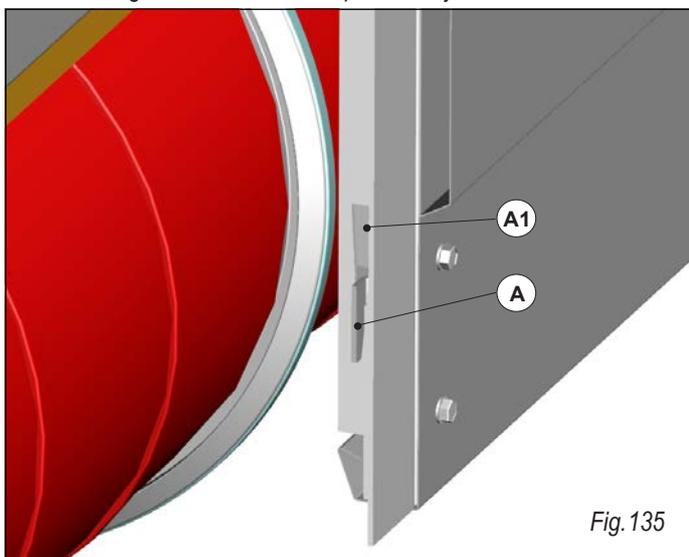
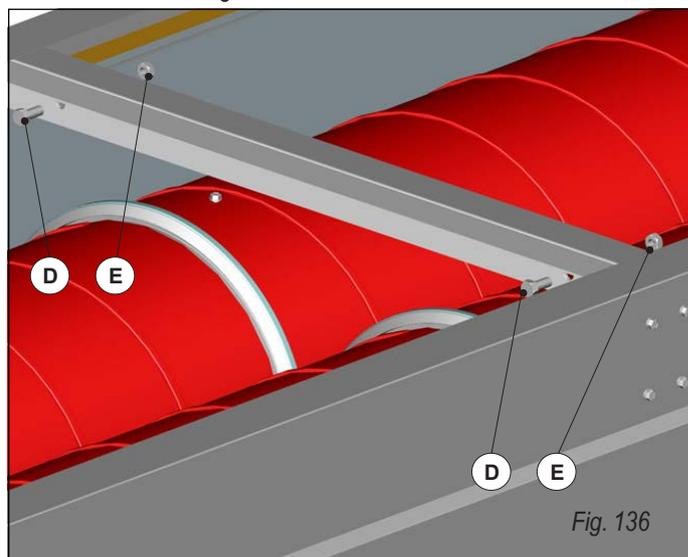

Fig. 135
Fig. 136
En la fig. 135 se representa el detalle de unión **pestaña, ojal** entre dos unidades de cinta de radiación. Para una mejor visión se ha quitado la capa de protección lateral en la primera unidad de cinta de radiación. En la fig. 136 se representa la unión de dos unidades de cinta de radiación mediante la fijación entre los dos armazones con tornillos (D) y tuerca (E). Para una mejor visual se ha quitado la cohibentación superior en las dos unidades de cinta de radiación.